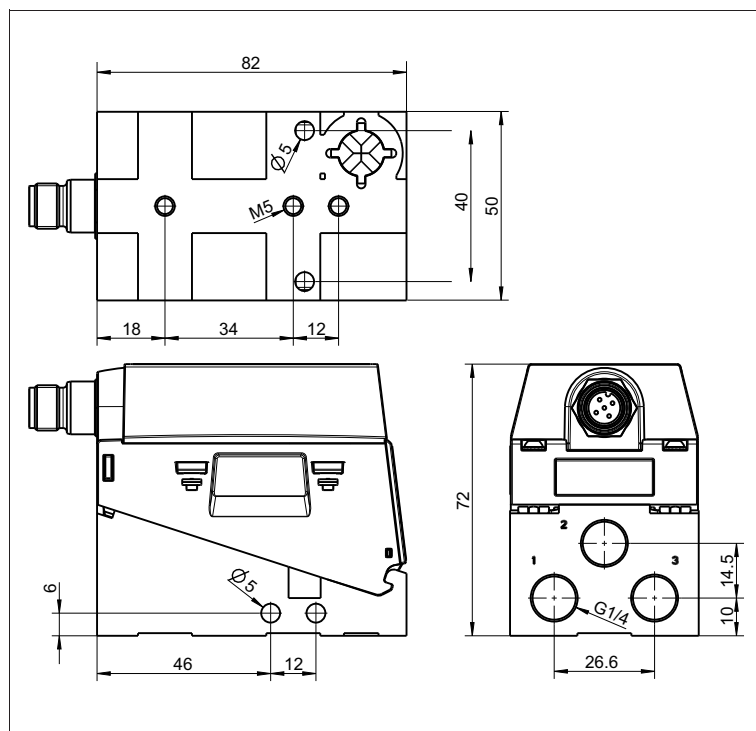

Fig 4: Mättriting
- Hållavstånden anges på mättritingen (se bild 4).